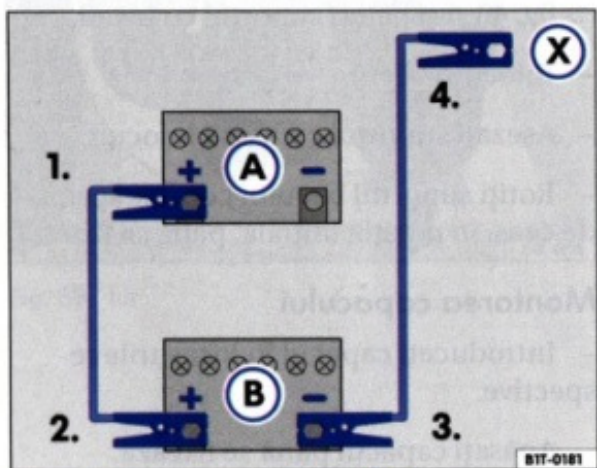

Fig. 41 Schema conectării cablului auxiliar
În imaginea  $\Rightarrow$  fig. 41, A este bateria descărcată și B bateria furnizoare.
1. Cuplați un capăt al cablului roșu la polul plus  $\Rightarrow$  fig. 41 (+) al autovehiculului cu bateria descărcată (A).
2. Cuplați celălalt capăt al cablului roșu la polul plus (+) al bateriei furnizoare de curent (B).
3. Cuplați un capăt al cablului negru la polul minus (-) al autovehiculului furnizor de curent (B).
4. Conectați celălalt capăt al cablului auxiliar (X) la autovehiculul cu bateria descărcată, de o piesă de metal masiv, care face parte din blocul motor, sau chiar de blocul motor, totuși nu în apropierea bateriei (A)  $\Rightarrow$  ⚠.